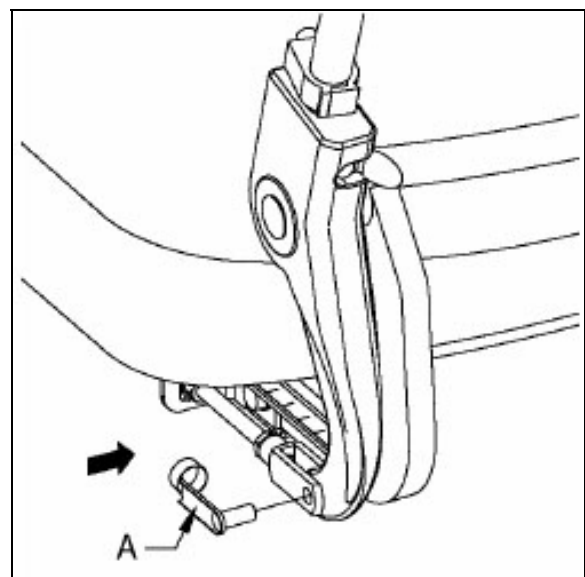

Bild 3.15
1. Lossa låsklämman (A på bild 3.15) från den justerbara stängen.
1. Tryck spärren (A på bild 3.15) bakåt för att lossa benstödet.
2. Sväng benstödet (B) utåt.